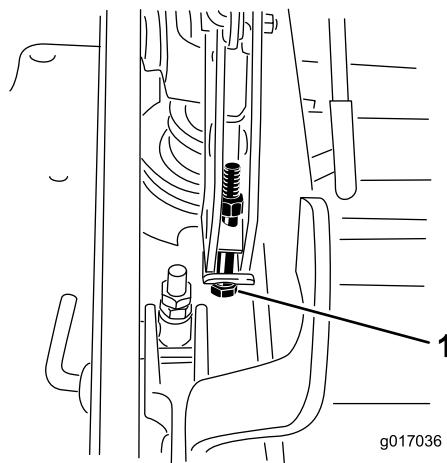

Bild 78
13. Wenn das Mähwerk zu niedrig ist, drehen Sie die zentrale Einstellschraube nach rechts, um sie anzuziehen. Wenn das Mähwerk zu hoch ist, drehen Sie die zentrale Einstellschraube nach links, um sie zu lösen (Bild 78).